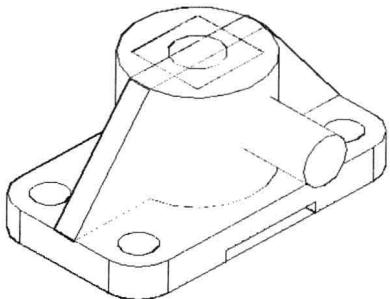

图 9-6-11
(19) 在“修改”面板中单击“移动”按钮 $\downarrow\downarrow$ ，单击圆柱体复制品，按Enter键，在任意位置单击，在命令行输入“@0, 0, -40”，按Enter键，圆柱体向下移动位置，如图9-6-11所示。